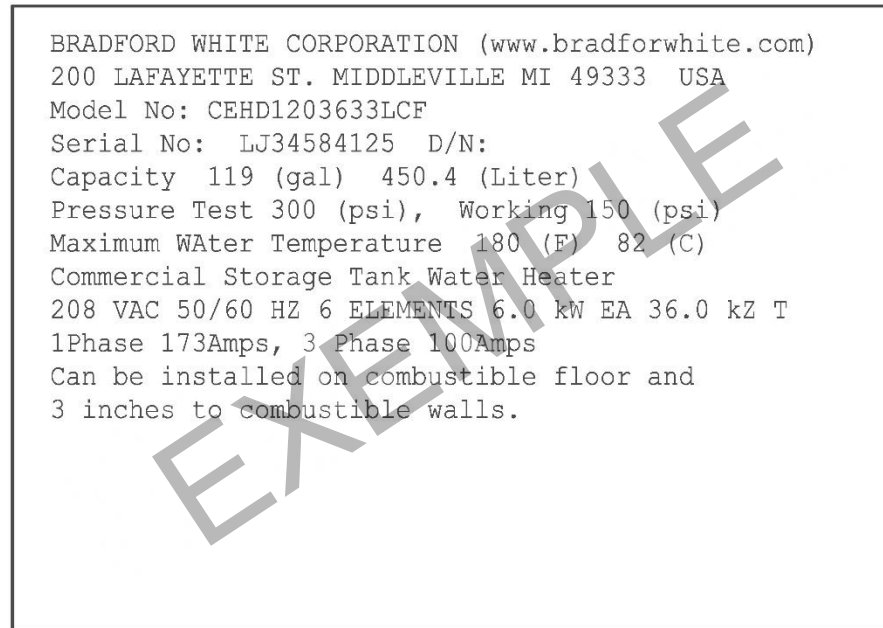

Figure 13. Plaque signalétique électrique commerciale typique
1. La figure 13 présente une plaque signalétique électrique commerciale typique qui doit être modifiée. Cette plaque signalétique est placée sur chaque chauffe-eau électrique commercial produit par Bradford White Corporation. Localiser cette plaque signalétique sur le chauffe-eau que vous venez de convertir. Si la puissance en kW ou la tension nominale du chauffe-eau a été modifiée, la plaque signalétique doit être modifiée parce que la conversion a modifié les caractéristiques électriques du chauffe-eau.